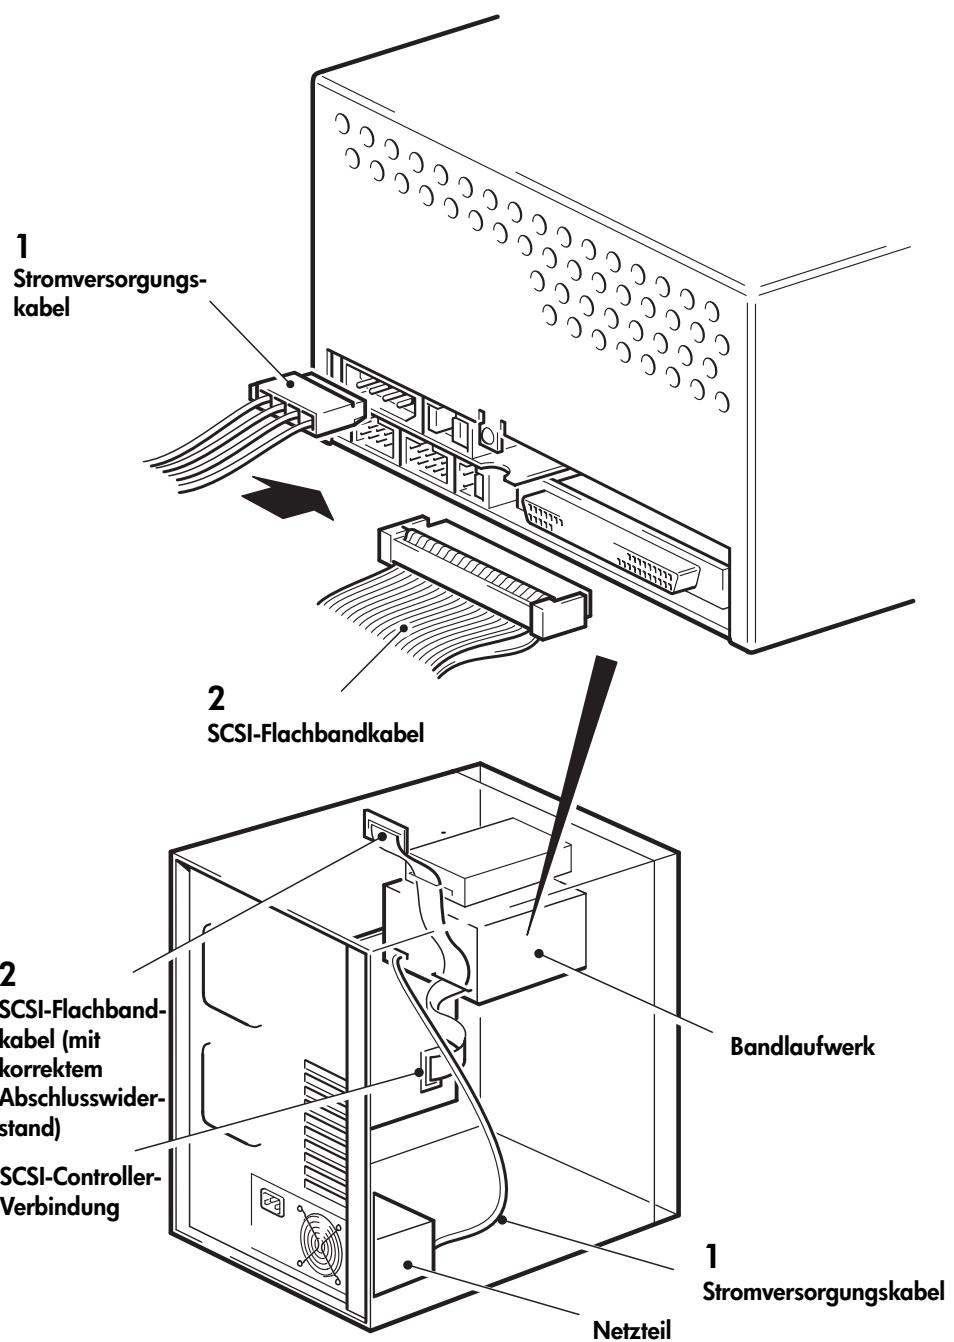

Abbildung 7: Anschließen der Stromversorgungs- und SCSI-Kabel
- 1 Schließen Sie ein freies Stromversorgungskabel vom internen Netzteil des Servers an den Netzanschluss an (siehe Abbildung 7, Teil 1).
- 2 Schließen Sie einen freien Anschluss am Flachbandkabel des Computers oder am SCSI-Flachbandkabel des HBA an den SCSI-Anschluss des Laufwerks an (siehe Abbildung 7, Teil 2).
Wenn daher der HBA das erste Gerät am Bus ist, sollten Sie sich vergewissern, dass der zweite Abschlusswiderstand hinter dem letzten Gerät angebracht wird (siehe Abbildung 7, Teil 2).